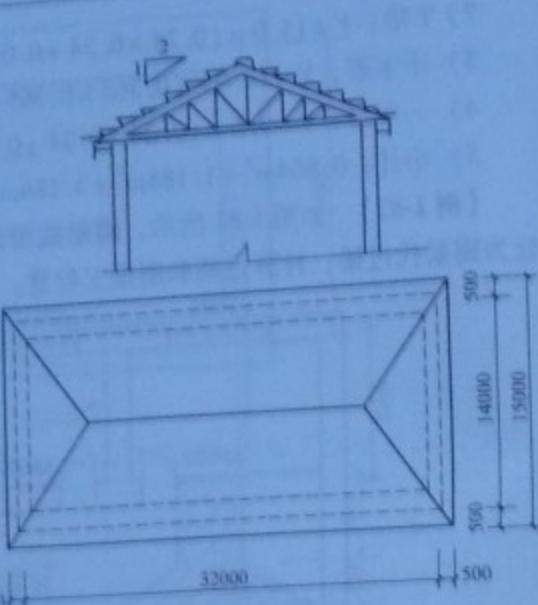

图 1-84 木基层示意图
**【例 1-84】** 如图 1-84 所示, 计算木基层工程量。